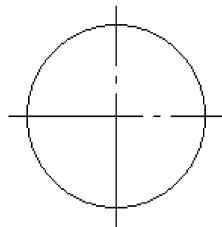

图 2-37 绘制中心的圆
2) 在绘图区适当的位置单击鼠标左键，确定圆心，通过键盘输入“30”，按回车键，操作结果如图 2-37 所示。